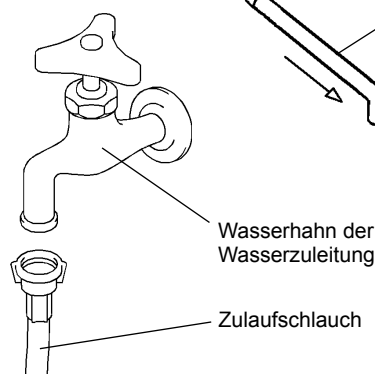

Abb. 5
- 2) Das andere Ende des Zulaufschlauchs auf den Wasserhahn (Abb. 5) stecken, dabei wie oben darauf achten, daß die